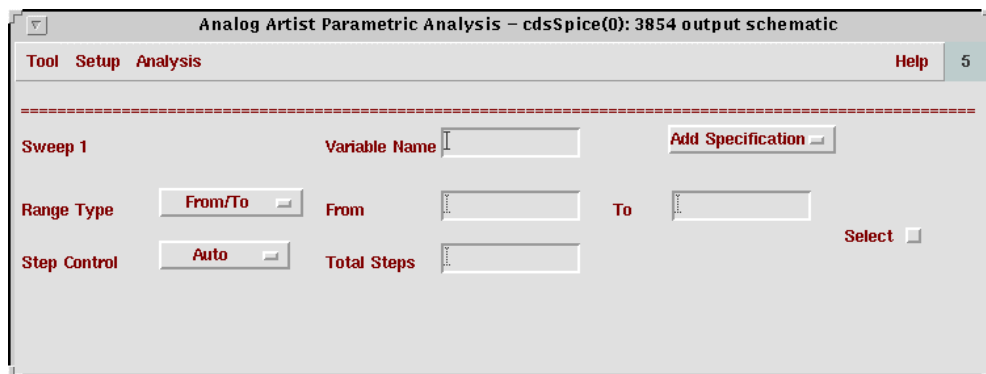

图 1-4-6 参量分析窗口
1) Tools/Parametric Analysis 子菜单可以打开如图 1-4-6 的窗口。它提供了一种很重要的分析方法——参量分析的方法，也即参量扫描。可以对温度，用户自定义的变量（variables）进行扫描，从而找出最合适的值。以下详细说明：